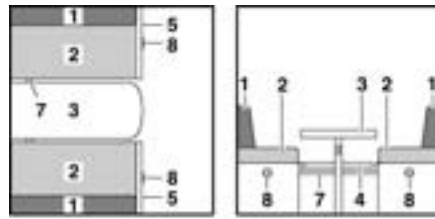

Bild 105 Vor dem Umbau
- Tisch (Bild 105,3) vergrößern und zum Bettunterbau umbauen (siehe Abschnitt 7.7).
- Leiste (Bild 105,7) einlegen oder nach innen ziehen. Die Leiste ist richtig positioniert, wenn sie die Tischplatte ca. 15 - 20 cm hinter dem Tischfuß abstützt.
- Griff (Bild 105,8) ziehen und Klappe (Bild 105,5) öffnen.